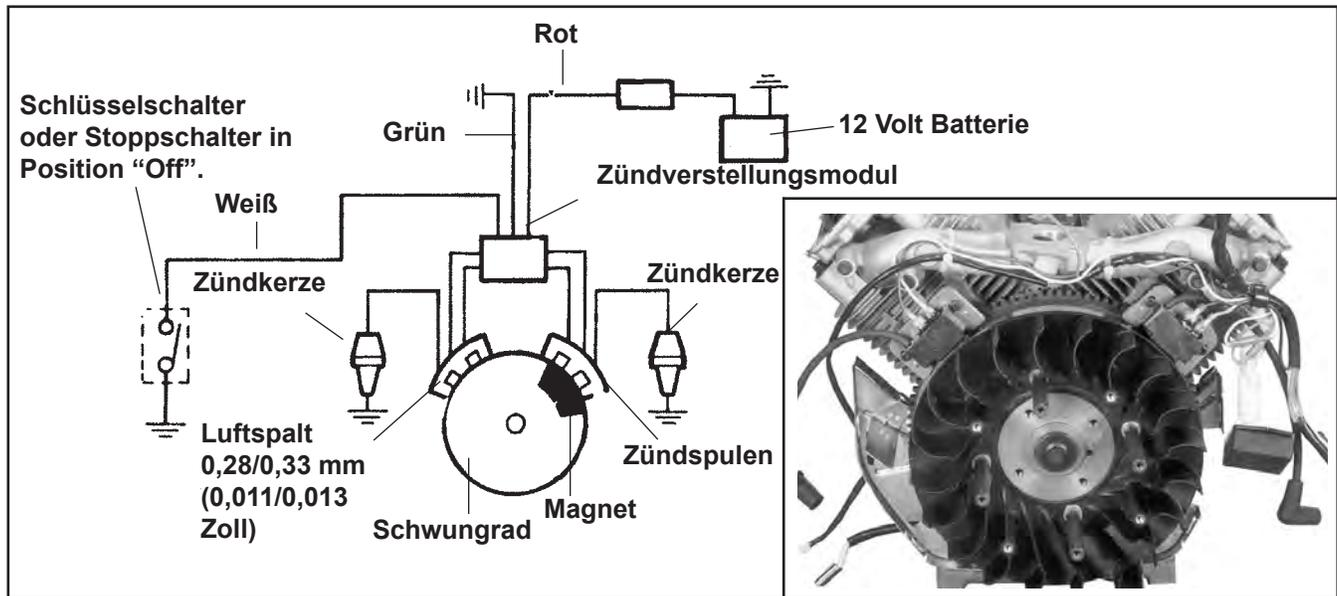

Abbildung 8-6. Zündanlage mit kapazitiver Entladung mit Zündzeitpunktverstellung.
Motoren mit SMART-SPARK[™] nutzen eine CD-Zündanlage mit elektrischer Zündzeitpunktverstellung. Eine typische Anwendung (Abbildung 8-6) besteht aus folgenden Teilen:
- zwei elektronische Zündspulen mit kapazitiver Entladung, die auf dem Kurbelgehäuse des Motors montiert werden (Abbildung 8-6).